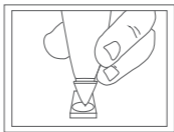

Fig. 6
6. Pour commencer l'étalonnage, appuyez délicatement la pointe de la sonde sur le disque d'étalonnage de façon perpendiculaire, tel qu'illustré dans la Fig. 6. Veillez à ce que la pointe de la sonde reste toujours appuyée pendant ce proces sus afin d'avoir une pression constante sur la pointe.